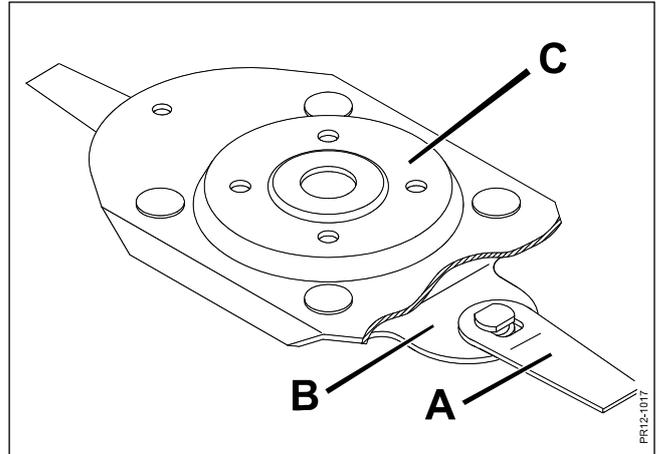

Fig. 5-14
**Fig. 5-14** Das System wird QS (Quick and Safe) genannt. Dieses bezeichnet die schnelle Montage/Auswechslung von Messern und bezeichnet ferner die hohe Sicherheit, dass die Messer **A** nicht unbeabsichtigt von dem Messerhalter **B** - der an der Scheibe **C** mit Bolzen befestigt ist - freigemacht werden können.